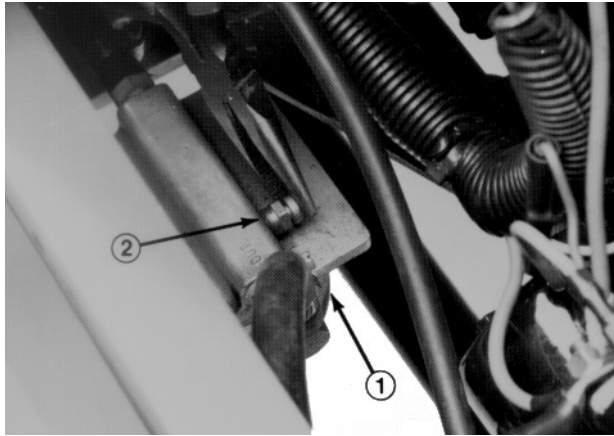

Fig. 12
2. Løsne lufteskruen øverst på drivstoffilteret/vannseparatoren (fig. 12).